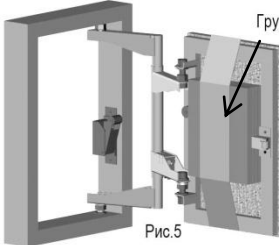

Рис.5
5. **Внимание!** Во избежание провисания дверцы, при монтаже средних и больших люков, используя подручные средства, закрепить на специальном крючке (или на ввинченном в рамку дверцы саморезе) на внутренней стороне дверцы груз, в 1,5-2 раза превышающий вес наклеиваемой плитки (рис.5).